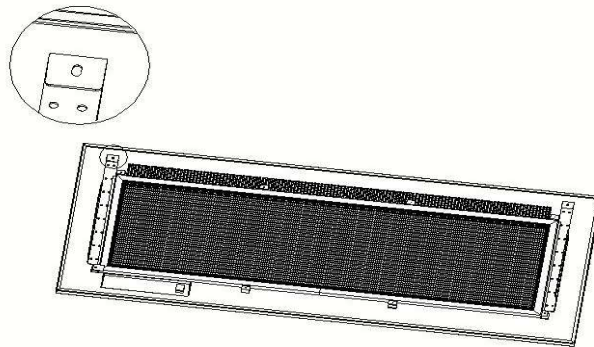

Fig. 1
- Bend the top tabs flat (**Fig. 1**).